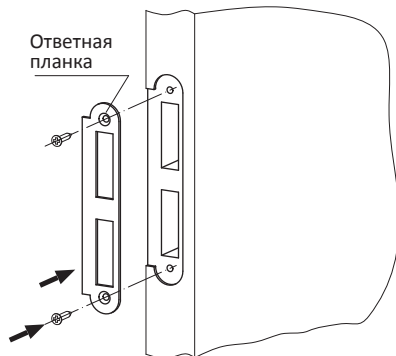

Рис. 6
5. По установленному замку отметьте место установки ответной планки на дверной коробке (Рис. 6).